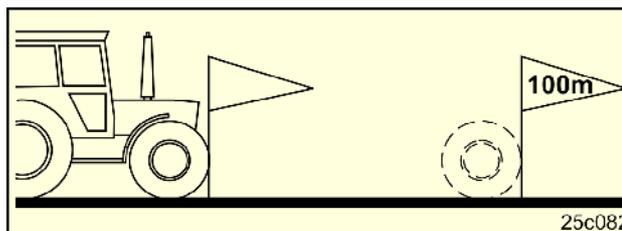

Fig. 29
- Mesurez avec précision dans le champ une distance de 100 m. Repérez le début et la fin du parcours (Fig. 29).